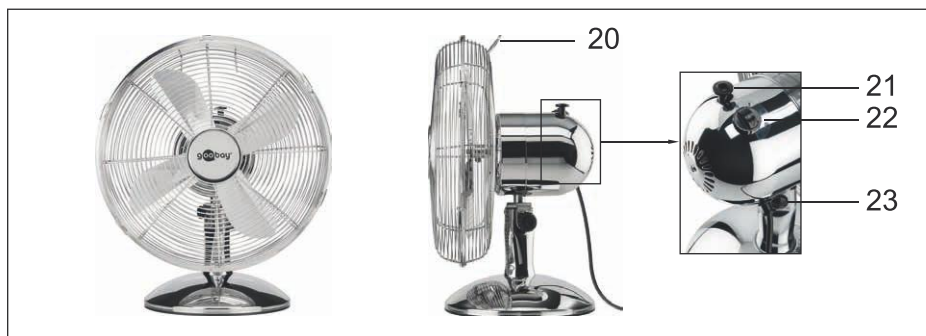

Fig.5: Fertig montierter Tischventilator
1. Fassen Sie den Ventilator am Griff (Abb. 5, Nr. 20) an und stellen Sie ihn auf eine staubfreie, stabile und horizontale Oberfläche.
4. Lösen Sie die Neigungseinstellschraube (Abb. 5, Nr. 23).
Die Gebläsestärke kann in 3 Stufen durch Drehen des Drehschalters, (Abb. 5, Nr. 22) eingestellt werden:
- EIN:** Drücken Sie den Stift zur Rotationseinstellung (21, Abb.5) in das Motorgehäuse.